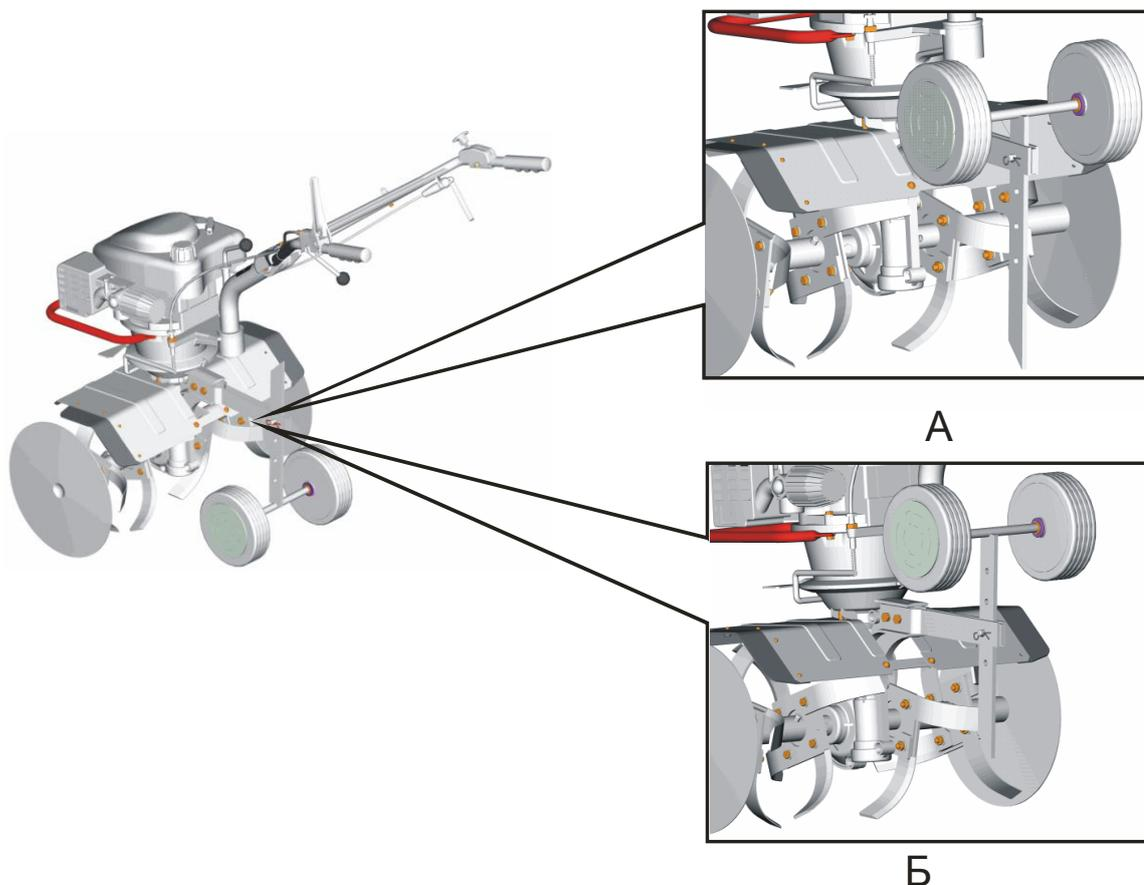

Рис. 7. Мотокультиватор в транспортном положении
6.3. Установка глубины обработки (рис. 7).
Глубина обработки почвы задается ограничителем глубины обработки (сошником). На сошнике имеются колеса, предназначенные для транспортировки культиватора. Для обработки почвы сошник необходимо перевернуть колесами вверх. Для увеличения глубины обработки увеличьте длину нижней части сошника (рис. 7А), а для уменьшения – установите сошник выше (рис. 7Б).